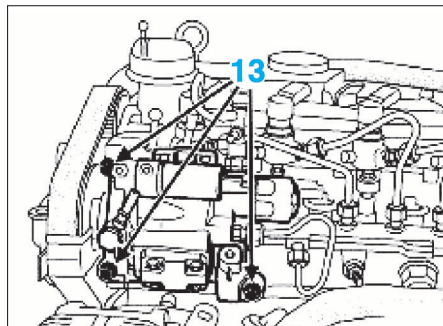

FIG. 55
- Déposer les vis de fixation (13) puis la pompe haute pression (Fig.55).